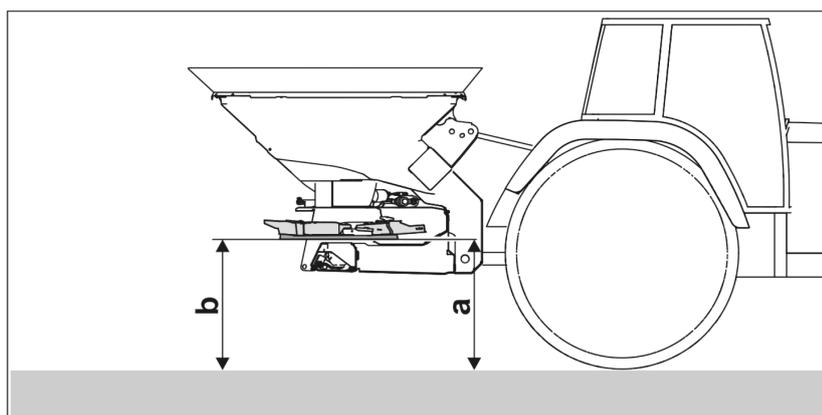

図 44
2. 蝶ナット(図. 44/1)を外します。
3. 必要なシャッター位置を目盛り(図. 44/2)で探します。
4. 設定レバー表示器(図. 44/3)の読み取りエッジ(図. 44/4)を目盛りの値に設定します。